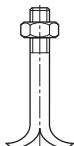

Рис. 8: Анкерные болты
- Ввести анкерные болты (см. рис. 8) в предусмотренные для этого отверстия.